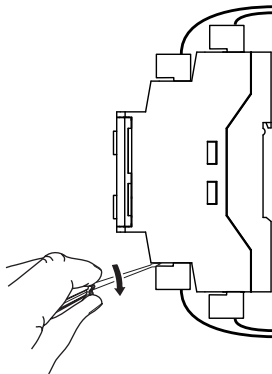

Рисунок 6.3 – Отсоединение съемных частей клемм
1. Отсоединить съемные части клемм от прибора (см. *рисунок 6.3*).